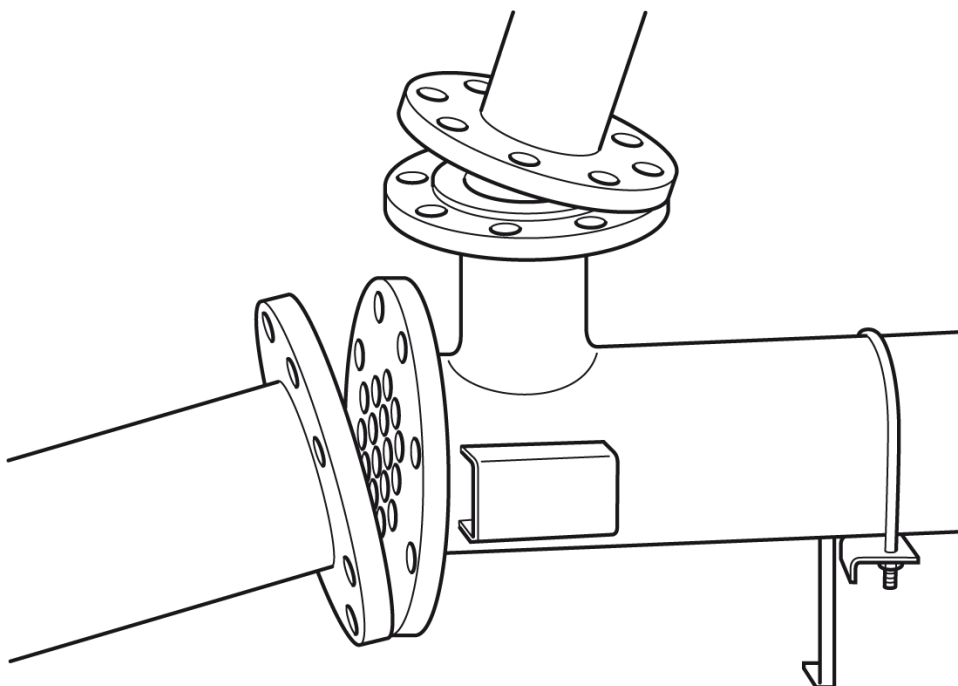

Fig. 7
4.8 Positionner l'échangeur sur le même axe que la tuyauterie horizontale ou verticale de façon à ne pas provoquer de contraintes sur les raccords (Fig. 7). **Ne pas forcer l'alignement des raccords.**